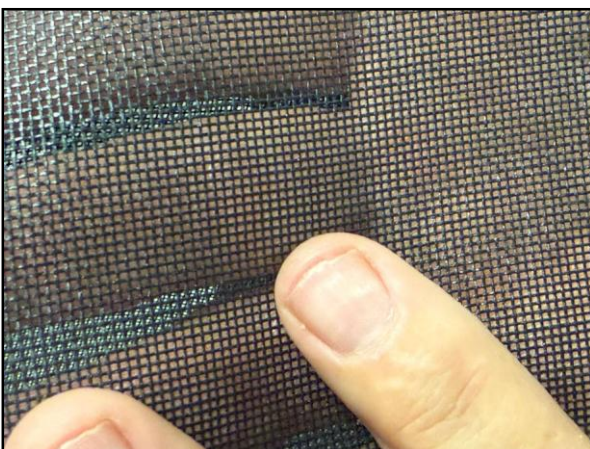

Figure 3. “Malla para Insectos”
- c) "Malla para Insecto" (Figure 3)